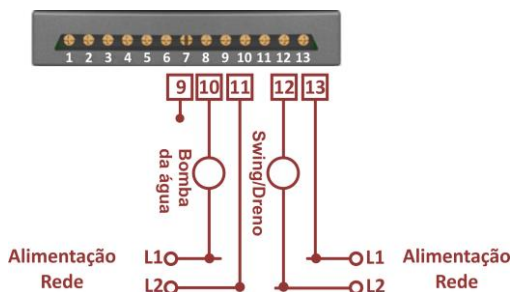

Figura 6-2 - Conexões elétricas
A figura 6-2 mostra as ligações do acionamento da bomba da água em modo (NA) e o modo Swing/Dreno caso venha a utilizar.